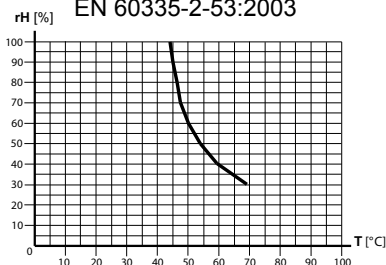

рис. 12
2. Последовательность подключения кабеля - см. рис. 12.